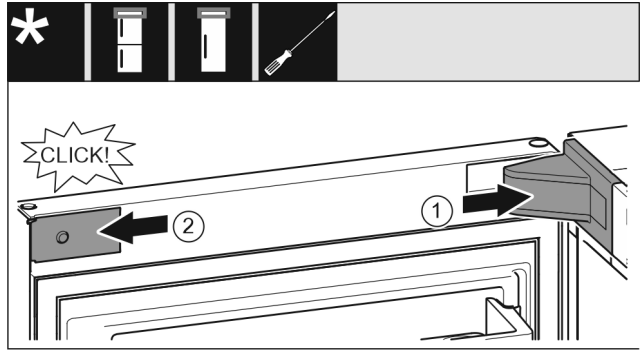

Fig. 42
- ▶ Встановіть та зафіксуйте кришку опорного кронштейна Fig. 42 (1), у разі необхідності – обережно розтисніть.
- ▶ Встановіть збоку і зафіксуйте накладку Fig. 42 (2).